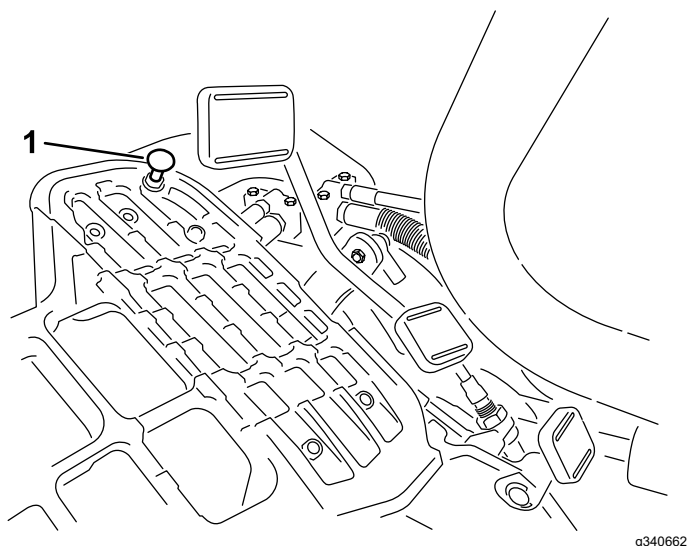

图 47
要获得最大行驶速度请将功能控制杆放在行驶位置并踩下驱动踏板。如果在拉线感到张紧力之前踏板接触到限位器 图 47 请执行以下调节程序
1. 将功能控制杆放在行驶位置松开将踏板限位器固定至底板上的锁紧螺母 图 47。